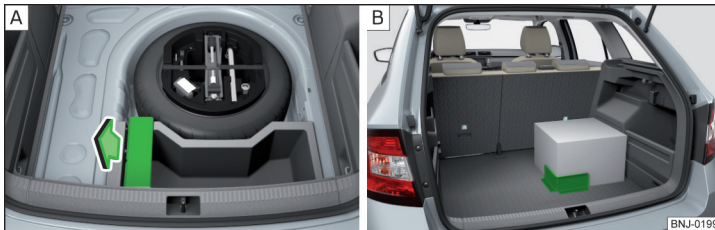

Abb. 100 Cargo-Element herausnehmen / Befestigungsbeispiel der Ladung mittels des Cargo-Elements
- Zum **Gebrauch** das Cargo-Element in Pfeilrichtung herausnehmen » Abb. 100 - **A**.
- Die Ladung mittels des Cargo-Elements möglichst in der Nähe der Rücksitze befestigen » Abb. 100 - **B**.